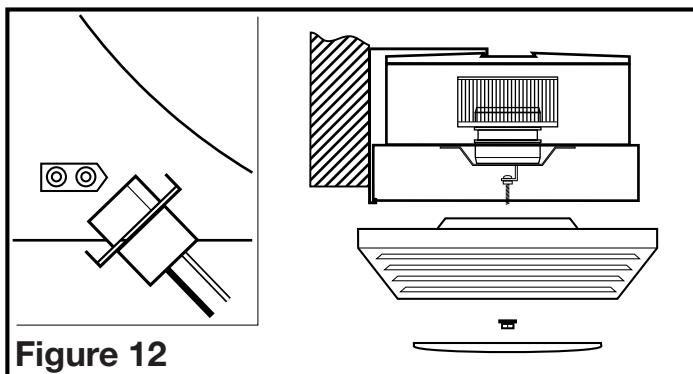

Figure 12
- Après avoir fixé le boulon du réflecteur, soulevez le grille/réflecteur vers le haut, en place, et branchez le réflecteur au réceptacle approprié. Fixez l'assemblée au boulon du réflecteur en utilisant l'écrou borgne et la rondelle de freinage. Installez la lampe LED dans la douille en alignant les broches de la base de la lampe à la prise de la douille de lampe. Tournez le corps de la lampe dans le sens horaire jusqu'à ce que la lampe s'enclenche et est fermement en place dans la douille (**Figure 12**).